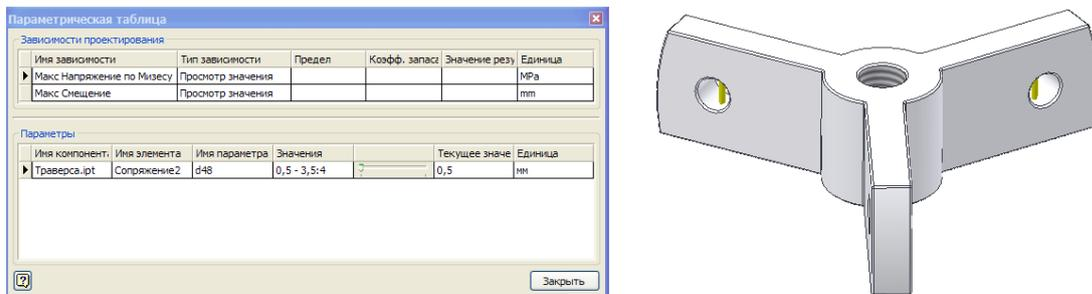

Рис. 17. Заполнение параметрической таблицы
17. Откройте параметрическую таблицу, заполните ее как на рис. 17. Запись в колонке "Значения" "0,5-3,5;4" означает, что будут рассчитаны четыре варианта детали с размером сопряжений 0,5; 1,5; 2,5; 3,5.